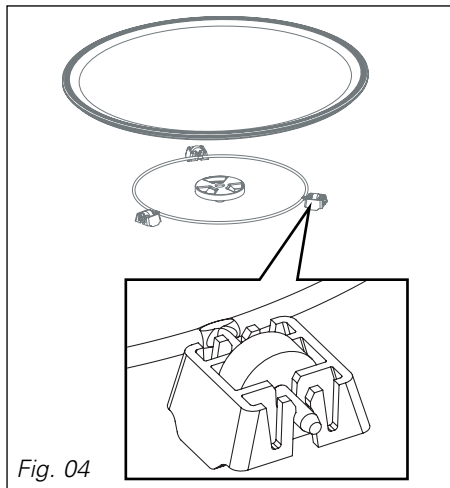

Fig. 04
• **Le support avec axe d'entraînement :** guide le plateau tournant en verre dans sa rotation (Fig.04).
• **Les roulettes du support :** Les roulettes du support doivent être placées dans le bon sens (Fig.04).